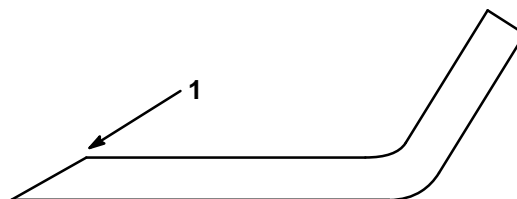

Figure 37
1. Au moyen d'une lime, aiguïser les arêtes de coupe aux deux bouts de la lame (Fig. 37) en veillant à conserver l'angle de coupe d'origine. Limer la même quantité de métal sur chacune des deux arêtes pour ne pas déséquilibrer la lame.